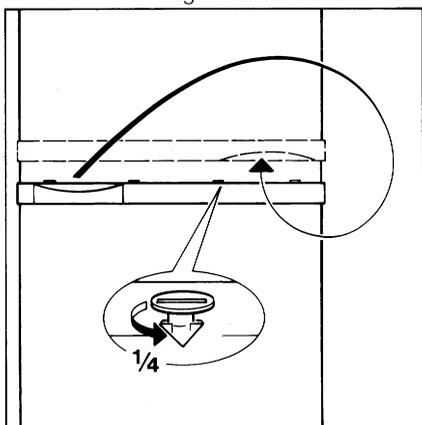
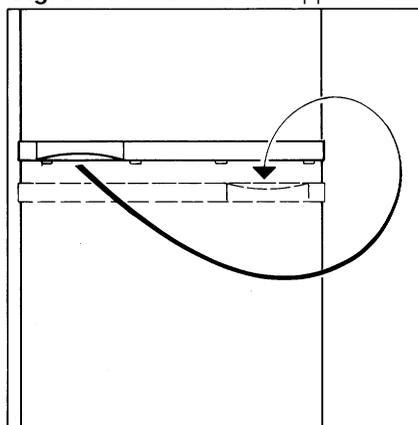

Fig. 6
Fig. 7
- ❑ Smontare le maniglie delle porte. Per fare questo ruotare i perni di $\frac{1}{4}$ di giro in senso antiorario con l'ausilio di un cacciavite e rimuoverli (**Fig. 6**).
- ❑ Girare le maniglie come mostrato in **Fig. 6 e Fig. 7** e rimontarle sul lato opposto.